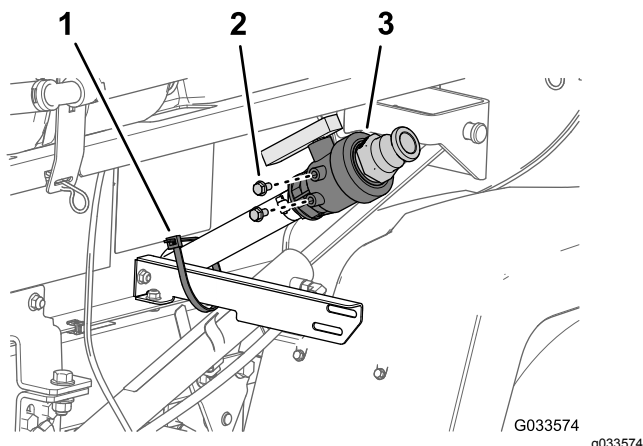

Figura 13
1. Retire a braçadeira de cabos que prende a válvula de drenagem e o tubo do depósito do pulverizador ao suporte da válvula de drenagem (Figura 13).
2. Retire os dois parafusos de cabeça flangeada (5/16 pol. x 5/8 pol.) da caixa da válvula de drenagem (Figura 13).